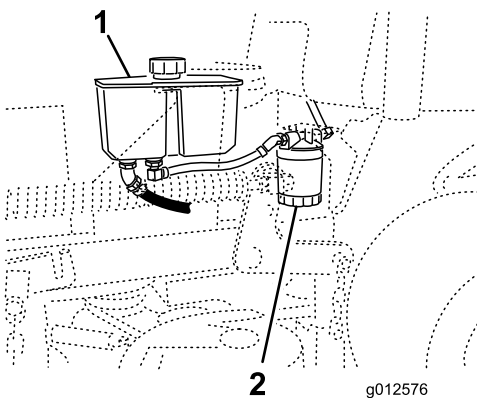

Figure 76
3. Trouvez le filtre et placez un bac de vidange au-dessous (Figure 76).